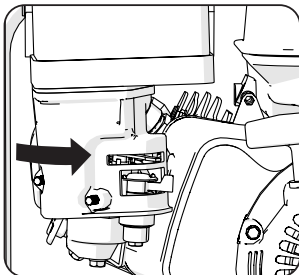

Abb. 15
- Normalerweise kann der Choke fast sofort nach dem Anlassen des Motors wieder in die „off“-Stellung (aus) gebracht werden. Dies hängt jedoch von den Umgebungstemperaturen, Betriebsbedingungen usw. ab und liegt im Ermessen des Bedieners. **(Abb. 15)**